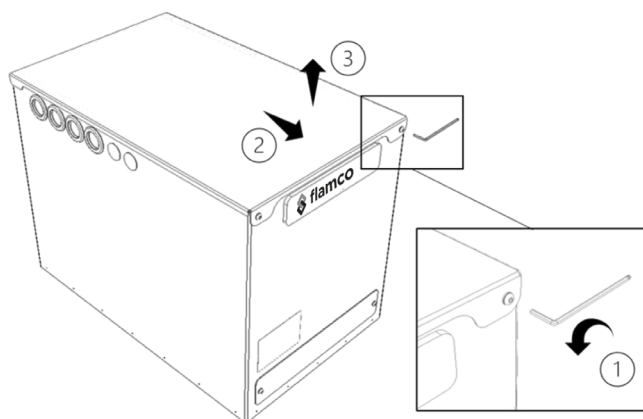

Figure 5 - Retrait du couvercle des batteries de chauffage Flextherm Eco G2 E
- Retirer le couvercle. Le couvercle est fixé par 2 vis à tête cylindrique M5 à l'avant et deux goupilles de positionnement à l'arrière (Figure 5) :
- (1) Retirer les 2 vis à tête cylindrique M5 à l'aide d'une tête hexagonale de 3 mm et les mettre de côté.
- (2) Faites glisser le couvercle vers l'avant, (3) puis soulevez le couvercle et mettez-le de côté.